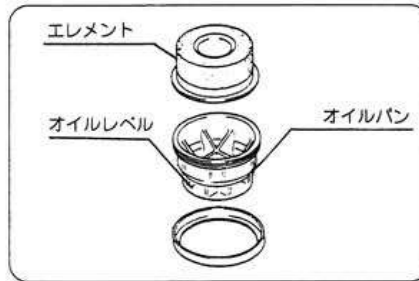

図32
- ② オイルが不足しているときは、オイルレベルまで補充してください。汚れがひどいときにはオイルパン・エレメント共、白灯油で洗浄しエレメントはエンジンオイルに浸し滴下しない程度に振り切ってください。(図32)
- ③ オイルパンはよく洗浄し、新しいエンジンオイル (SC級以上) をレベルまで入れてください。(図32)